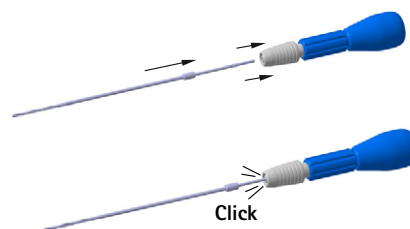

Рис. 3 Монтаж сверла
- ▶ Вставить сверло в рукоятку (FJ839R), см. Рис. 3.